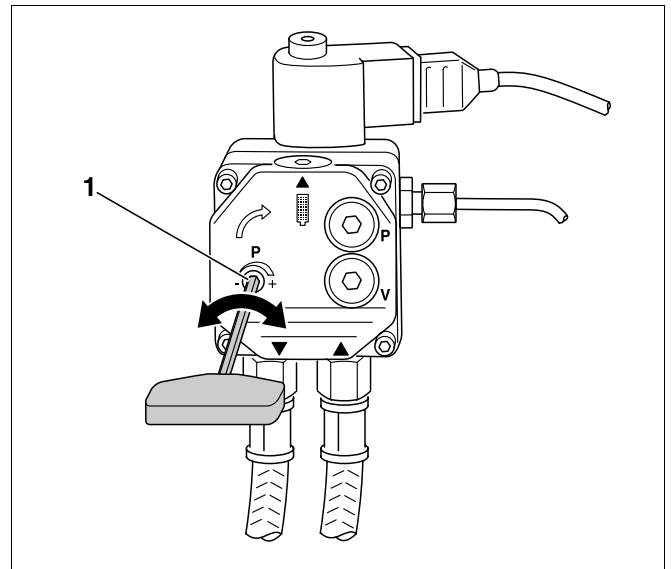
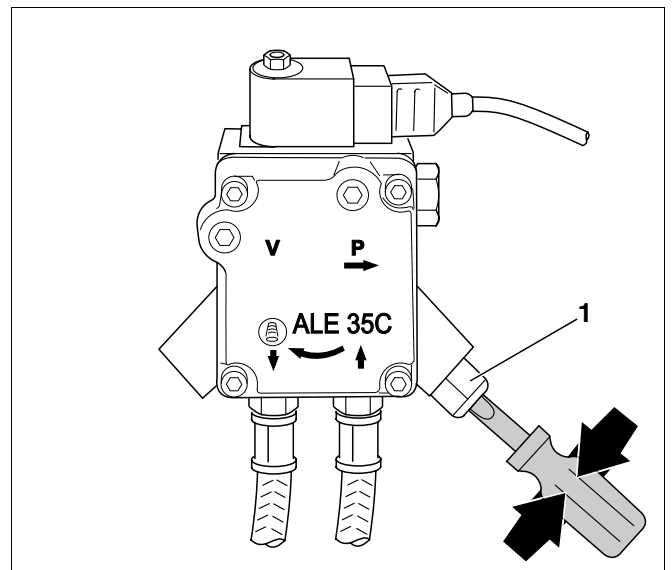

Fig. 33 Réglage de la pression – Pompe à fioul Danfoss
Fig. 34 Réglage de la pression – Pompe à fioul Suntec
Si vous tournez légèrement la vis de réglage de la pression (fig. 33, **pos. 1** ou fig. 34, **pos. 1**), vous modifiez la pression de la pompe à fioul et, par conséquent, la teneur en CO₂.